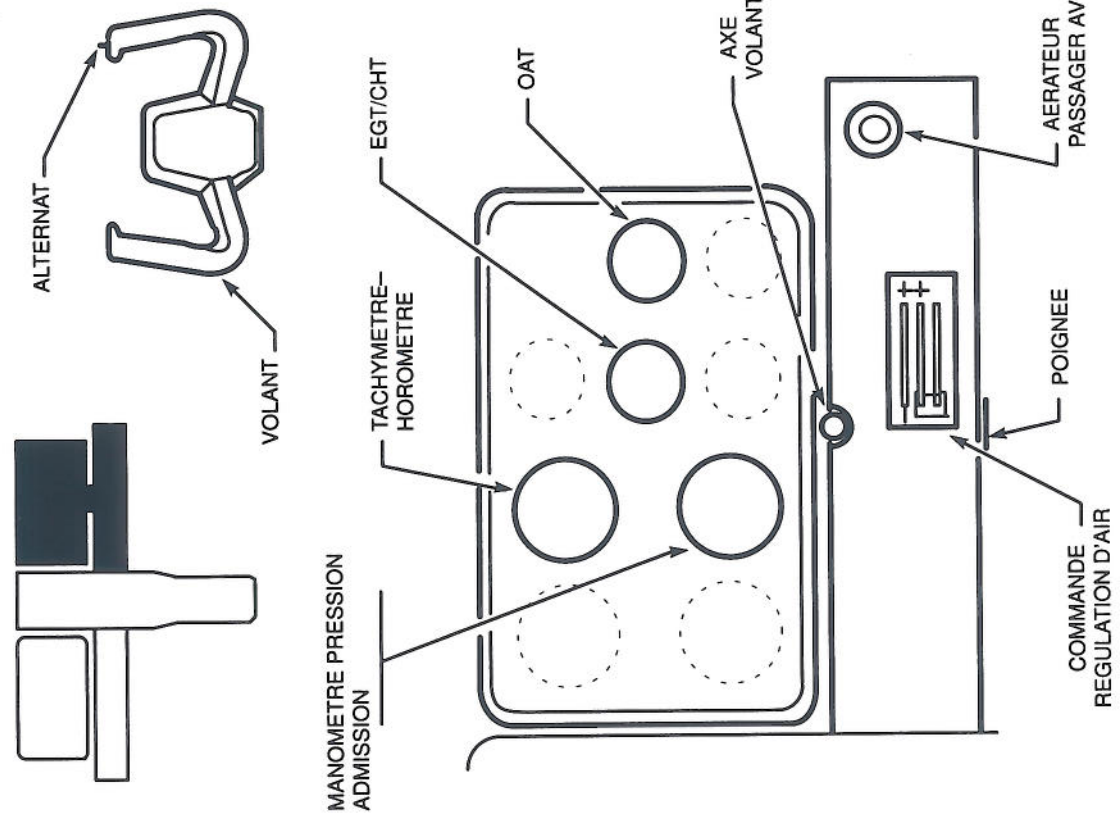

Figure 7.3A – EXEMPLE DE PLANCHE DE BORD ET BANDEAU DROIT
■ **La planche de bord droite** (voir Figure 7.3A) comprend le tachymètre-horomètre, le manomètre pression d'admission, l'indicateur de température extérieure (OAT), l'indicateur EGT/CHT et des emplacements pour des équipements complémentaires [2ème altimètre, indicateur VOR/LOC, l'interrupteur de la balise de détresse (suivant modèle balise), etc...].